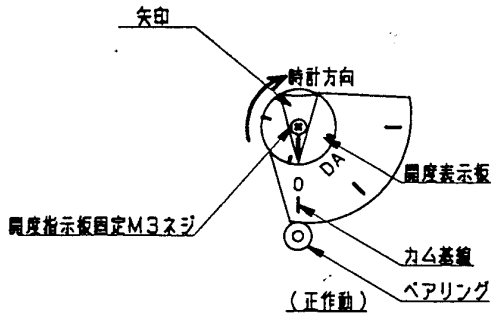

図17 開度表示板取付け例
- (1) カムをロックし、零点調整及びスパン調整後（5項 調整参照）開度表示板を付属のM3ネジでシャフトに固定してください。その際、図17において開度表示板の矢印の先端がフィードバックアームのベアリングの中心を向くような状態にしてください。表2の状態（I）（II）を参照ください。